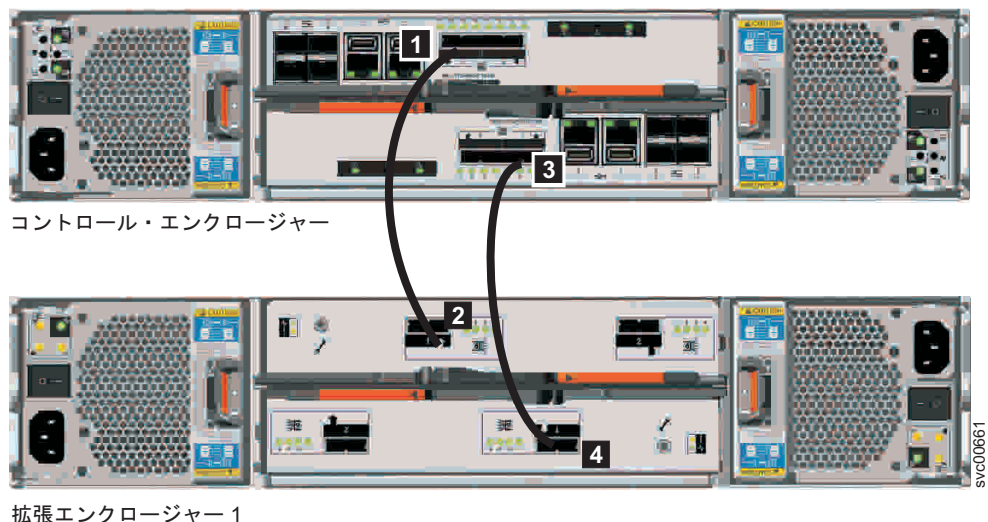

図 12. コントロール・エンクロージャーへの拡張エンクロージャーの接続
2. コントロール・エンクロージャーの SAS ケーブルを最初の拡張エンクロージャーに接続します (19 ページの図 12 を参照)。保護エンド・カバーを取り外します (必要な場合)。最初の拡張エンクロージャーはコントロール・エンクロージャーの下にあります。